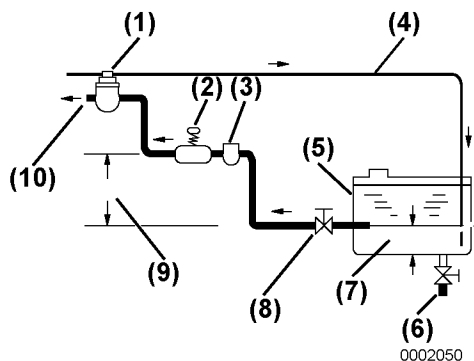

Figure 2
Assurez-vous d'installer un robinet de vidange (**Figure 2, (5)**) au fond du réservoir de carburant afin d'éliminer l'eau et les contaminants.
Installez un filtre à carburant / séparateur d'eau (**Figure 2, (2)**) et un filtre à carburant entre le réservoir de carburant et la pompe d'injection de carburant.